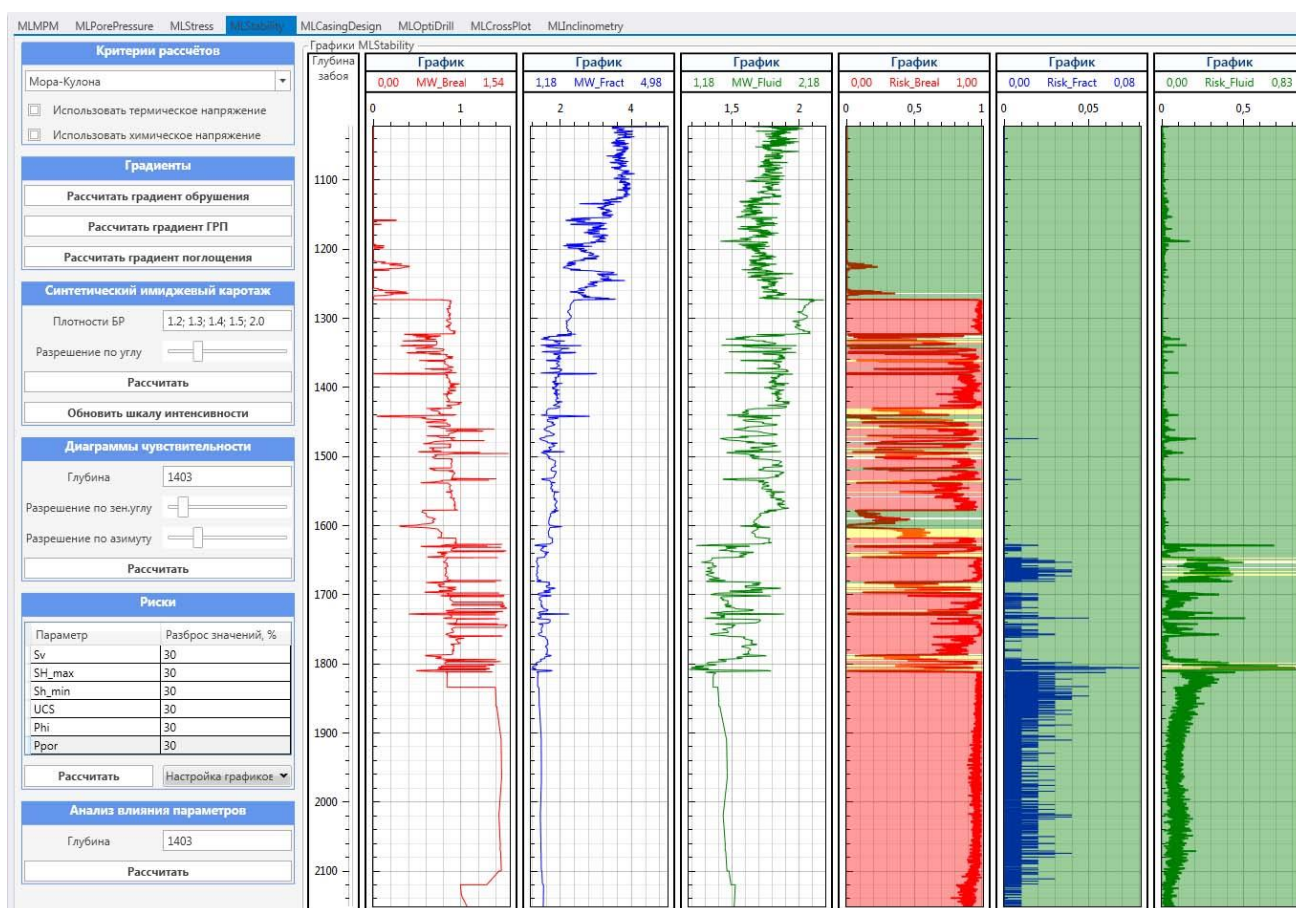

Рисунок 53 Модуль MLStability. Риски
- Расчёт рисков (**Рисунок 53**). Геомеханические параметры никогда точно не известны из-за недостатка данных и необходимости экстраполяции имеющихся данных в диапазоне глубин. Для количественной оценки влияния этих неопределенностей на результаты прогноза устойчивости ствола скважины необходимо использовать вероятностные методы.